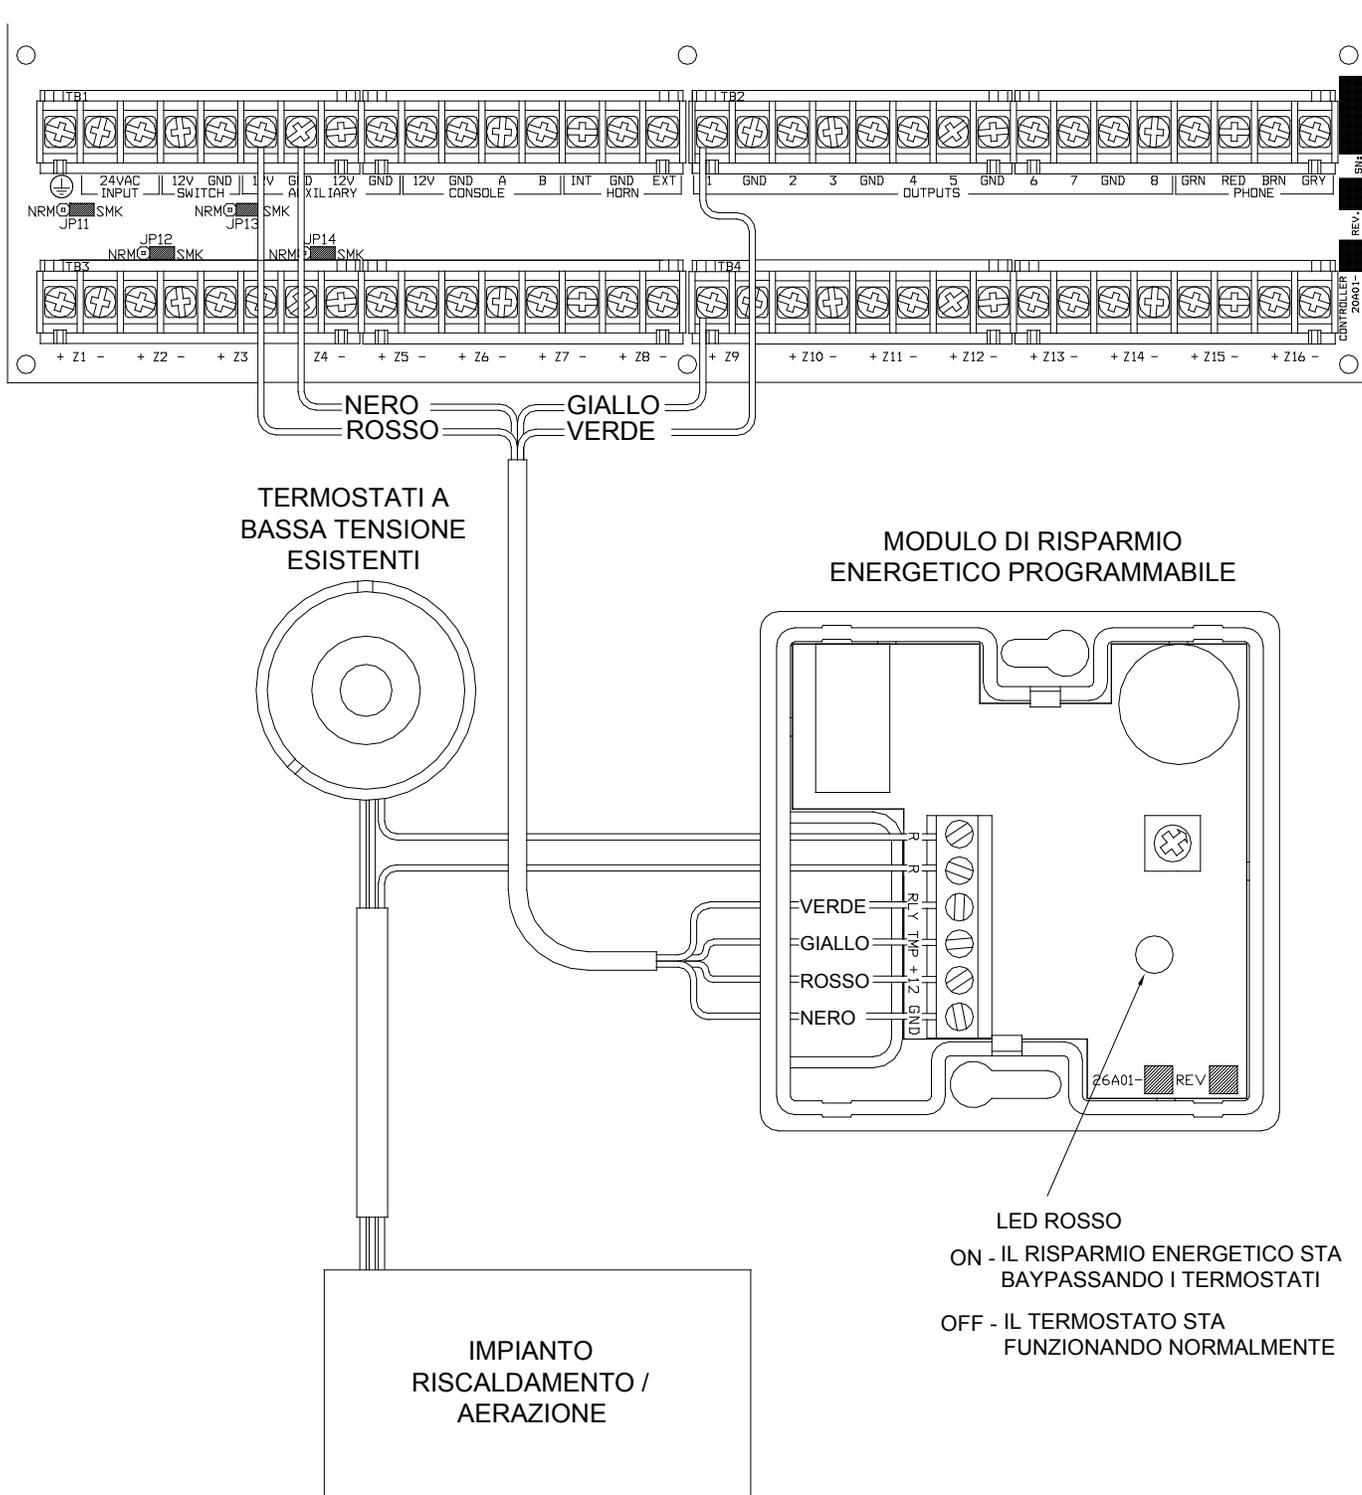

FIGURA 13 – COLLEGAMENTI DEL PESM
3. Mettere un filo a 4 conduttori tra la centrale di serie Omni a ciascun PESH. Collegare come mostrato nella **FIGURA 13 (COLLEGAMENTI DEL PESH)**.